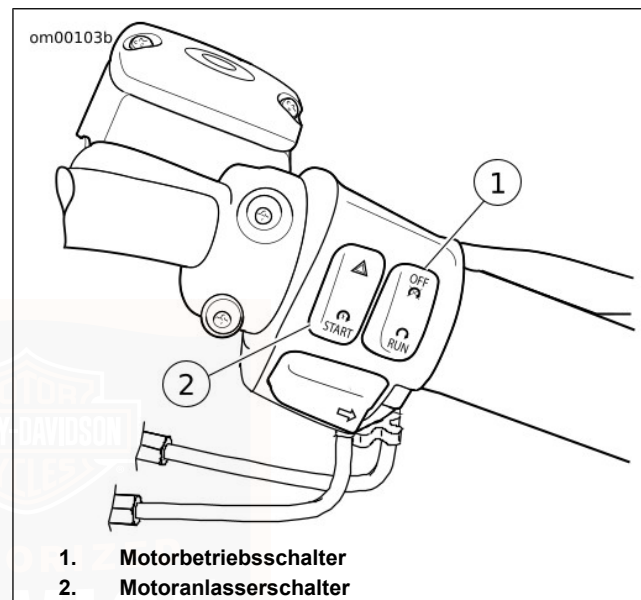

Abbildung 23. Bedienelemente am rechten Lenker
2. Siehe Abbildung 23. Den Motorbetriebsschalter EINSCHALTEN.